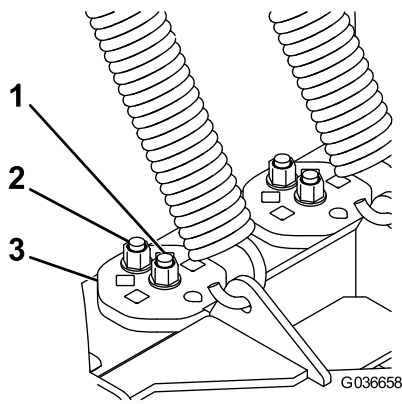

Bild 47
3. Entfernen Sie an den Nocken die Schraube im rechteckigen Loch und lockern die Schraube in der Mitte (**Bild 47**).